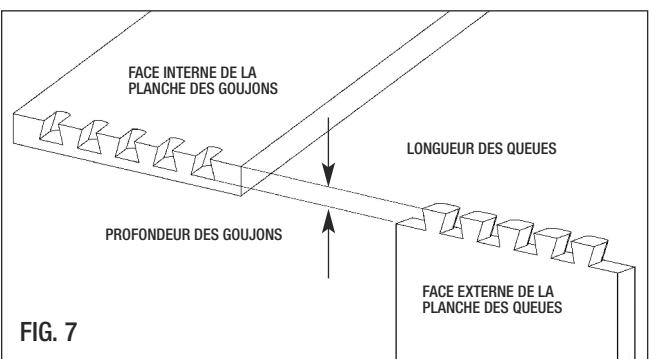

FIG. 7
3. La FIG. 7 montre la dimension du joint à queue d'aronde qui est déterminée par la hauteur de la mèche.
- Pour couper un joint à queue d'aronde recouverte avec la mèche à queue d'aronde fournie, commencez avec une hauteur de mèche équivalente à la profondeur du joint désiré. (FIG. 7)